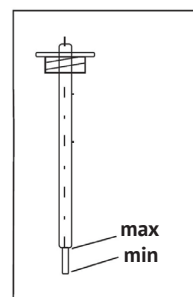

рис.8
5.3 Заполнение коробки передач трансмиссионным маслом (см. рис.8):
- проверить уровень масла, как показано на рис.8;